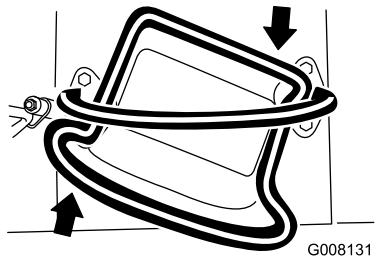

Bild 11
- Drehen Sie den Fahrantreibshebel nach rechts, um nach rechts zu fahren (Bild 11).